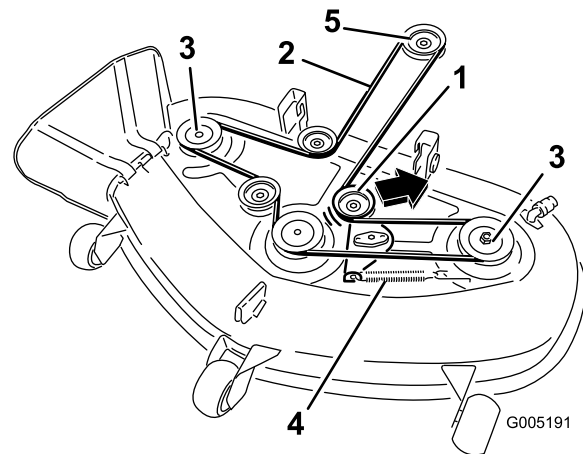

Bild 47
- Ziehen Sie die Spannscheibe in die in Bild 47 angegebene Richtung und rollen den Riemen von den Scheiben ab.
- Legen Sie den neuen Riemen um die Motor- und Mähwerkspannscheiben (Bild 47).
- Ziehen Sie die Spannscheibe in die in Bild 47 angegebene Richtung und verlegen den Riemen um die andere Spannscheibe (Bild 47).